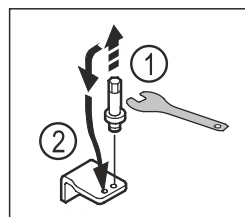

Fig. 21
- ▶ Dévisser l'axe du support de palier inférieur avec une clé mâle coudée pour vis à six pans creux de 5. Fig. 21 (1)
- ▶ Placer l'axe du côté opposé. Fig. 21 (2)